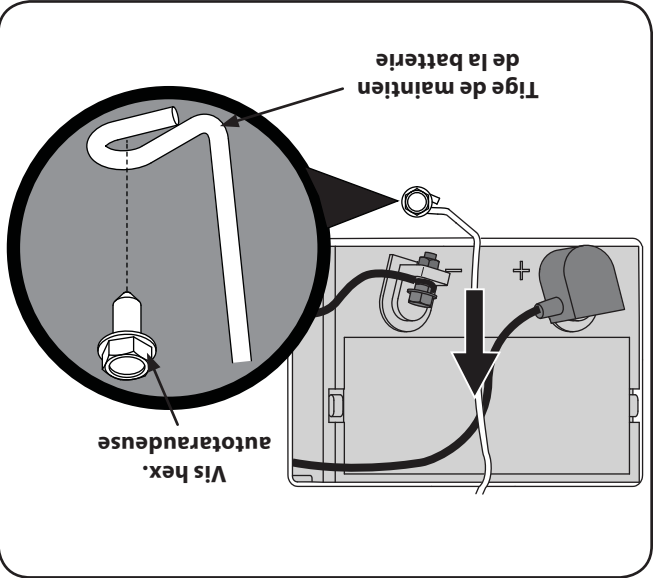

Figure 7-1
1. Enlevez la vis à rondelle hex. qui maintient le support de retenue de la batterie sur le châssis. Basculez le support de retenue de la batterie pour dégager celle-ci. Voir la Figure 7-1.